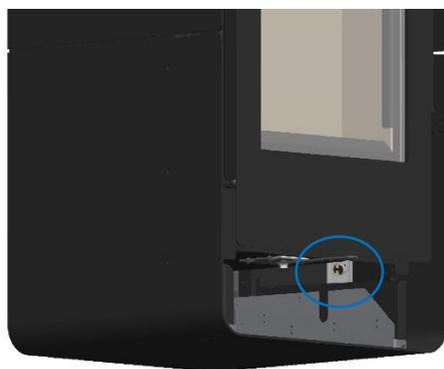

Figure 40 – Fixation du thermostat du kit de ventilation
* Fixez le thermostat du kit de ventilation sur le côté de l'équipement, Figure 40;